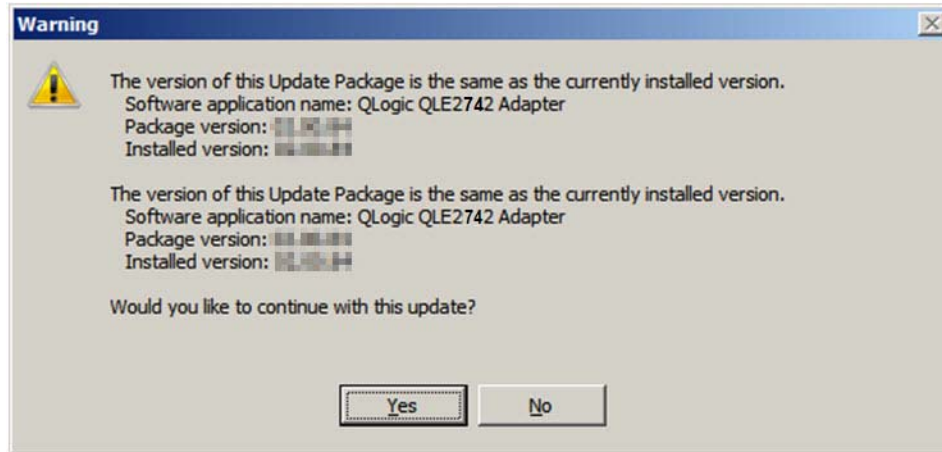

Ilustración 3-2. Continuar con la instalación del Paquete de actualización Dell
2. Siga las instrucciones del instalador. Si aparece un mensaje de advertencia (Ilustración 3-2), haga clic en **Yes** (Sí) para continuar con la instalación.